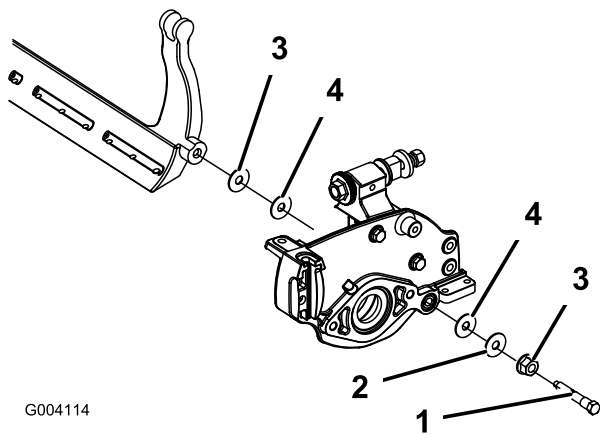

Figura 67
4. Retire cada perno, para poder tirar de la barra hacia abajo y retirarla de la máquina. Guarde las 2 arandelas de nylon y las 2 arandelas de acero troquelado de cada extremo de la barra de asiento (Figura 67).